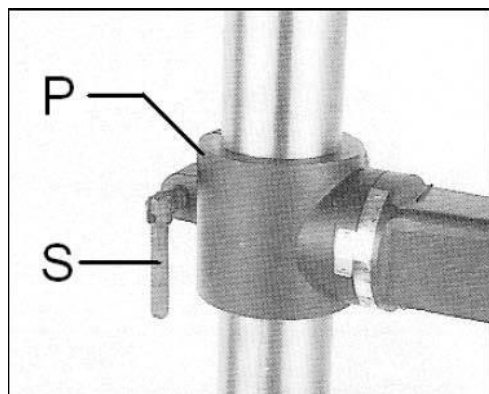

Fig 4
Positionner la tige filetée vis-à-vis du méplat et bien serrer. Visser la poignée de serrage (S, Fig 4) dans la flasque de la colonne (P).